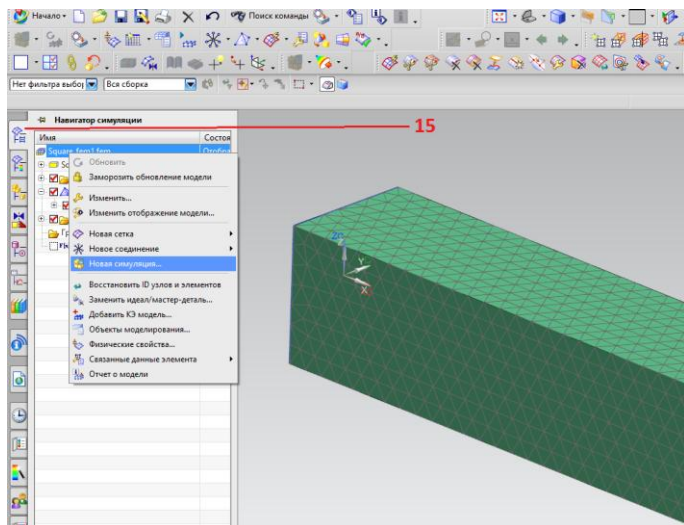

Рисунок 10. Окно выбора «Навигатор симуляции»
Наша модель готова для задания граничных условий и дальнейшего запуска на расчет (рисунок 10). Нужно зайти в «**Навигатор симуляции**» (15), нажать правой кнопкой мыши на нашу fem-модель и выбрать раздел «**Новая симуляция...**».